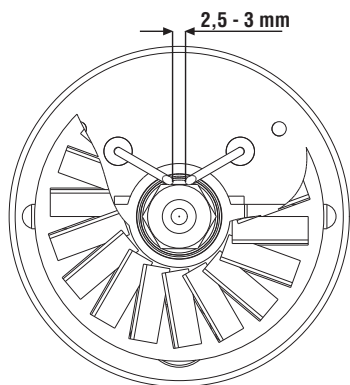

Bild.2
- Brenner abmontieren und Bestandteile reinigen, Elektroden reinigen und den Abstand derselben gemäß den Angaben Bild.2 einstellen.